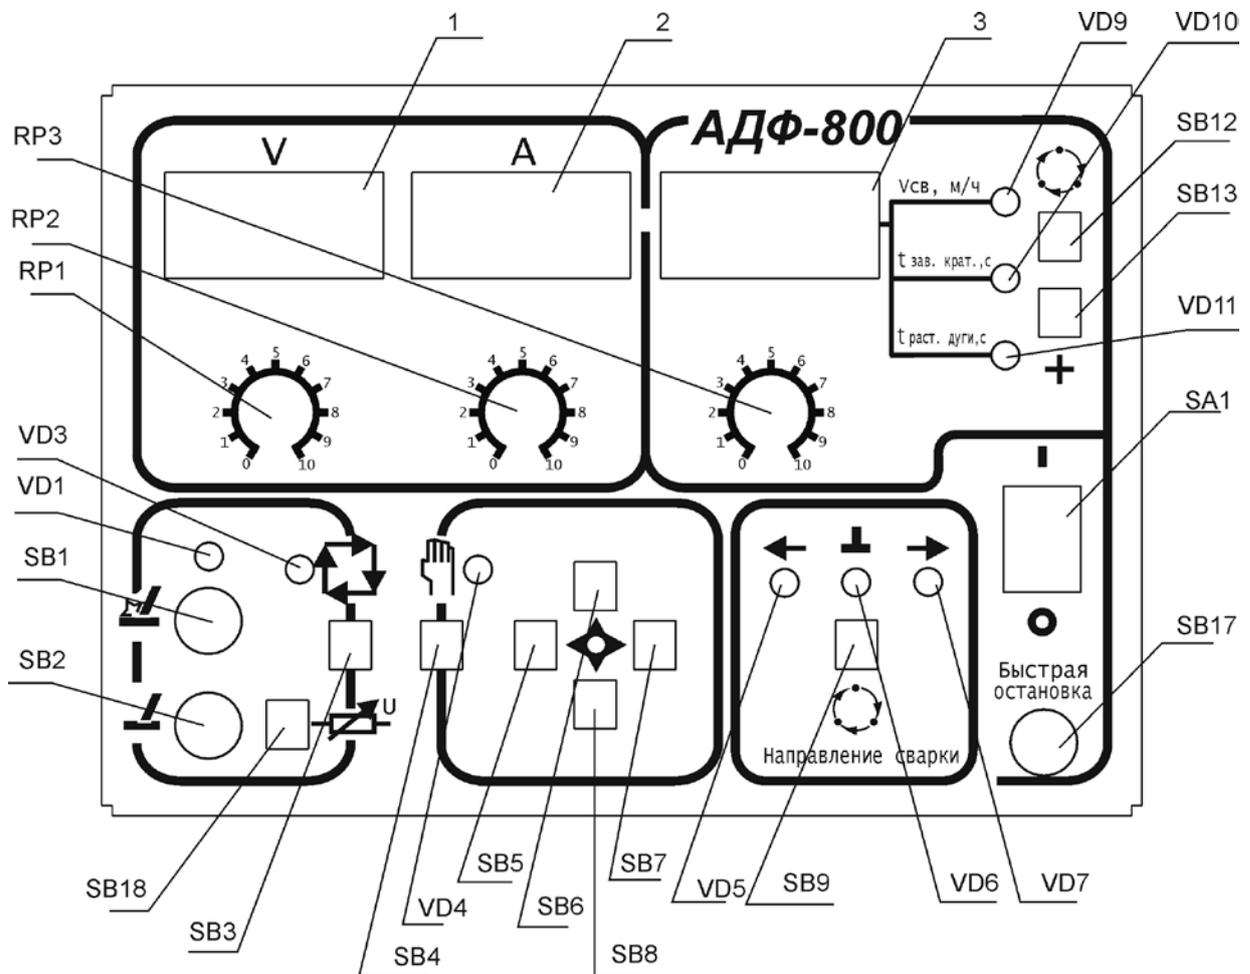

Рис. 2
4.6.2. От выпрямителя в блок управления автоматом по кабелю управления подается питающее напряжение 42 В, 50 Гц. Если переключатель SA1 (См. рисунок 2) находится в положении «Включено», а кнопка аварийной остановки автомата на крышке блока управления отжата, то загораются на индикаторе измерителя сварочного тока и напряжения значения «000». Через одну секунду на индикаторе скорости сварки «3» появятся значения «000».